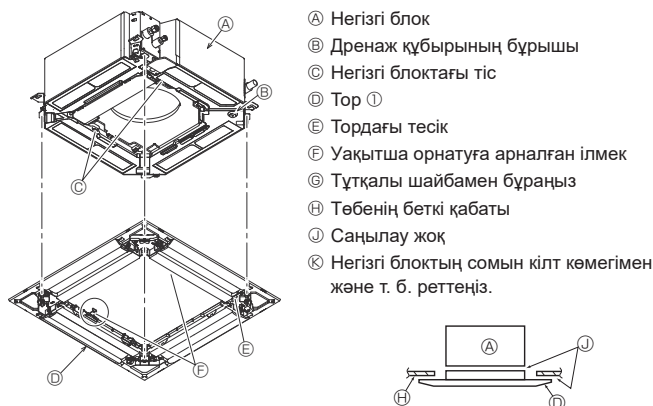

Fig. 9-6
9.4.2. Торды уақытша орнату (Fig. 9-6)
- Алдын ала орнатылған бұрандаларды бұрап, торды негізгі блокқа бекітіңіз. (Fig. 9-6)
Негізгі блок пен тордың арасында немесе тор мен төбенің беті арасында бос орын жоқтығына көз жеткізіңіз. (Fig. 9-6)